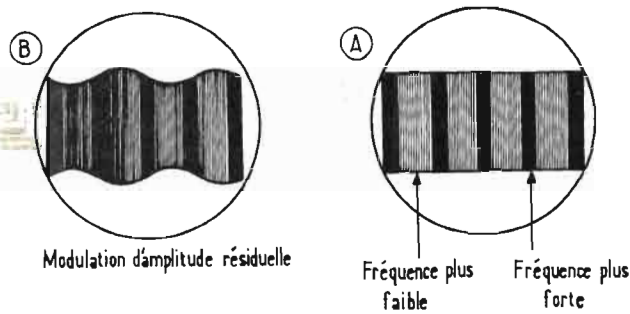

Fig. 7. - Une modulation de fréquence apparaît comme une suite de parties ombrées et claires.
de « vibration » - de la porteuse HF (fig. 7-A). Si la modulation est transmise convenablement, les côtés restent parallèles ; mais, dans le cas d'une sélectivité par les circuits accordés de l'émetteur, on constate, le plus souvent une altération de la régulation d'amplitude. On obtient le même défaut si la modulation de fréquence s'accompagne d'une modulation d'amplitude résiduelle (B).